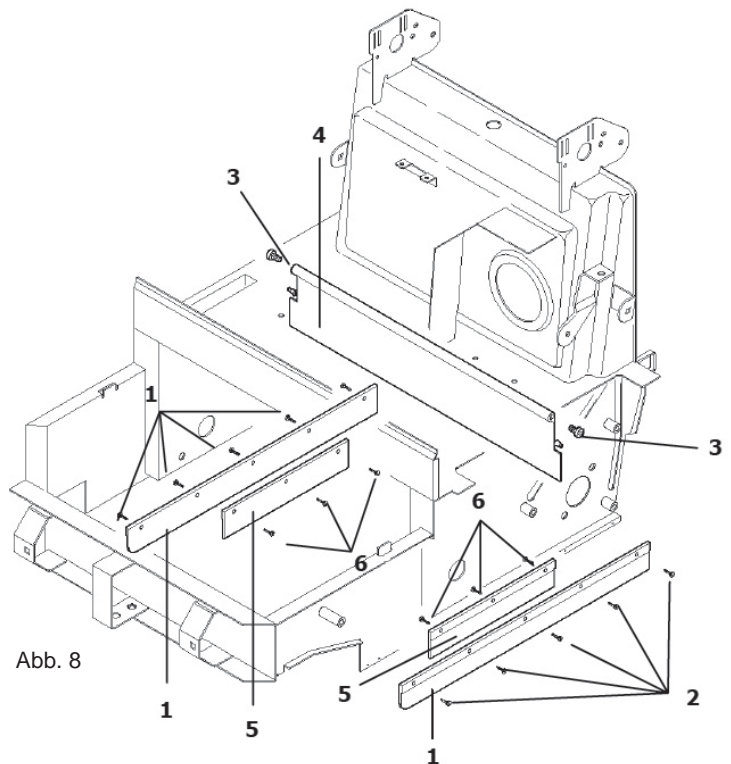

Abb. 8
Um die seitlichen Sauglippen (Pos. 1 Abb. 8) auszutauschen, die Hinterräder entfernen. Die Schrauben entfernen, mit denen die Sauglippen am Rahmen (Pos. 2 Abb. 8) befestigt sind, und sie gegen die neuen austauschen.
Um die seitlichen inneren Sauglippen (Pos. 5 Abb. 8) auszutauschen, den vorderen Teil der Maschine anheben und die Schrauben (Pos. 6 Abb. 8) entfernen, mit denen die Sauglippen am Rahmen befestigt sind. Die Sauglippen gegen die neuen Sauglippen austauschen.
- Die beiden Stifte, mit denen die Sauglippen (Pos. 3 Abb. 8) befestigt sind, an den Seiten des Rahmens abschrauben.
- Die Sauglippe (Pos. 4 Abb. 8) nach außen aus der Maschine ziehen.